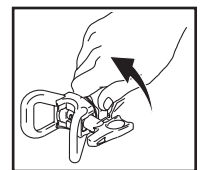

Fig. 11
4. Rimuovere la protezione della punta. (Fig. 11)